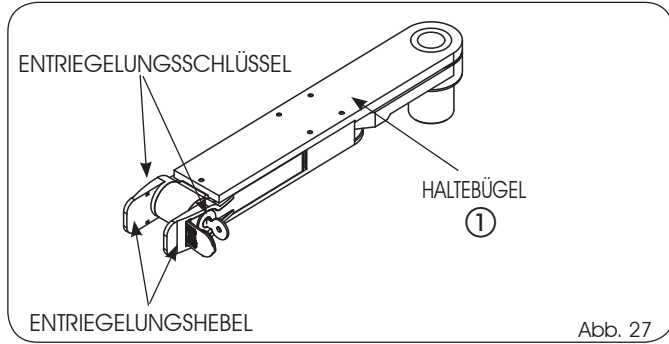

Abb. 27
Als Optional ist für den Antrieb S800H ENC eine mechanische manuelle Notentriegelung vorhanden. Sollte es wegen Stromausfall oder Betriebsstörungen erforderlich sein, das Tor manuell zu bewegen, muss die Entriegelungsvorrichtung mit Schlüssel betätigt werden: Die Vorrichtung befindet sich am Haltebügel des Tors (Abb. 27, ①) und ermöglicht die Entriegelung des Systems sowohl von innen als auch von außen, ES SIND KEINE ANDEREN BUCHSEN ALS DIE GELIEFERTEN ERFORDERLICH.
- 1) Den Entriegelungshebel wieder in die Ruhestellung bringen (Abb. 27).